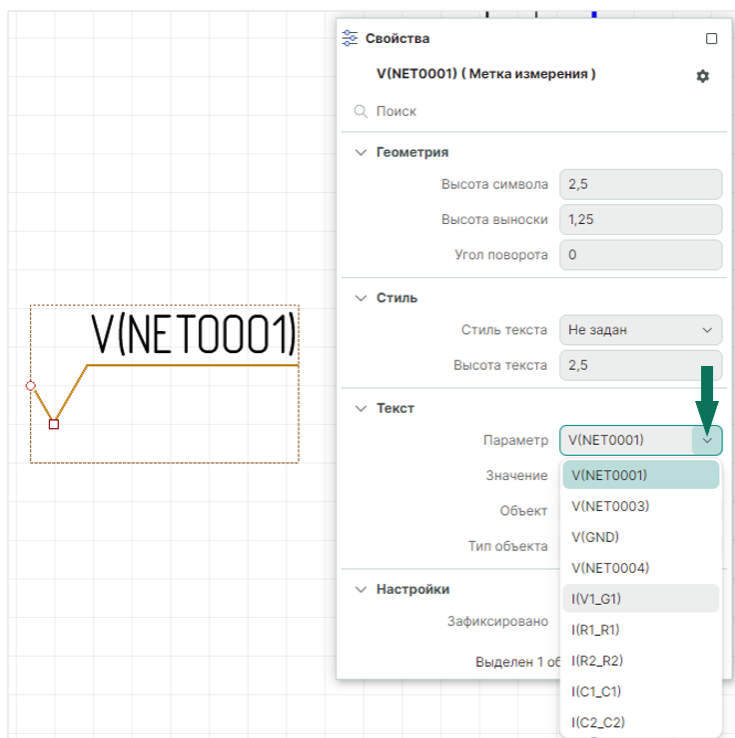

Рис. 237 Замена параметра метки измерения
2. Измените у одной из меток, размещенных без привязки к цепи или компоненту, в панели «Свойства» параметр с заданного по умолчанию на I(V1_G1), чтобы после запуска моделирования увидеть значение тока на батарее G1, см. Рис. 237.